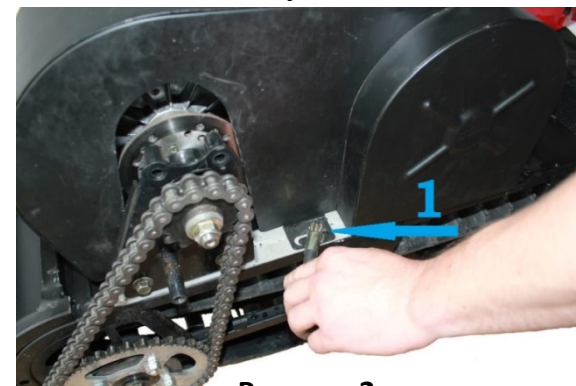

Рисунок 2
Для регулировки натяжения цепи необходимо ослабить два винта (1) крепления рамы моторного блока – расположение одного из них указано на рисунке 2, второй расположен с противоположной стороны двигателя. Провести регулировку натяжения цепи с помощью винта натяжения цепи (2, рис.3) так, чтобы прогиб ветви цепи, указанный стрелкой на рисунке 1, при нагрузке около 5 кг должен быть не более 10-15 мм), затянуть винты (1, рис.2).